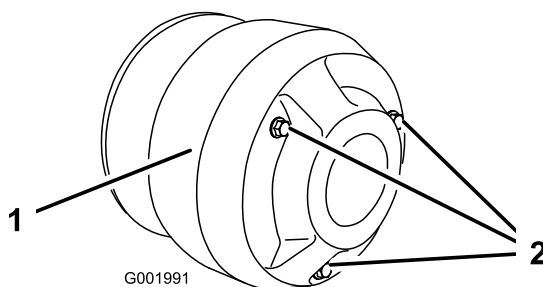

Figura 56
4. Retire os 3 parafusos que fixam a tampa à embraiagem e retire a tampa (Figura 56).